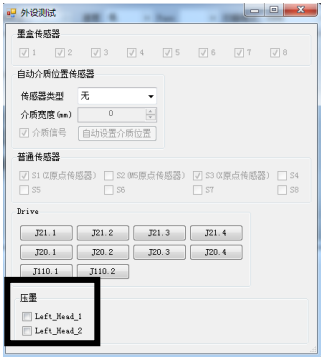

图 6.2 外设测试
1、连通机器电源，在电脑上双击打开  打印软件图标，进入打印软件界面，（注：机器自检完成后墨栈应该会与喷嘴紧贴）选择“工具-->外设测试”，在外设测试界面压墨栏中勾选上 1、2 项，如图 6.2。为新安装的喷头抽入墨水，抽墨 5 到 6 秒钟后取消 1、2 项的勾选，停止抽墨，退出外设测试。（注意：抽墨时间不宜太久以防损坏喷头，如果无法抽取墨水检查墨栈是否与喷嘴紧贴）。